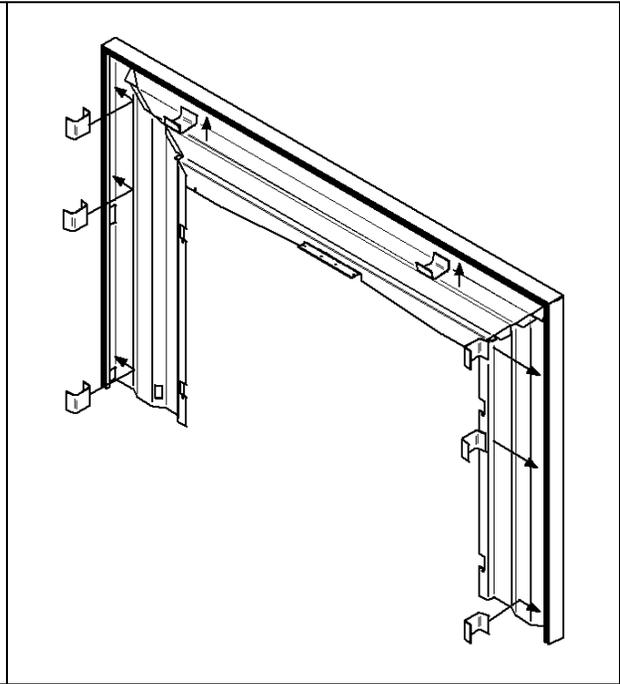

Figure 15b
6. Une fois assemble glissez, par le dessus, l'ensemble de moulures sur la façade. Pour fixer les moulures à la façade insérez les tendeurs de fixation entre les moulures et la façade (Figure 15b).